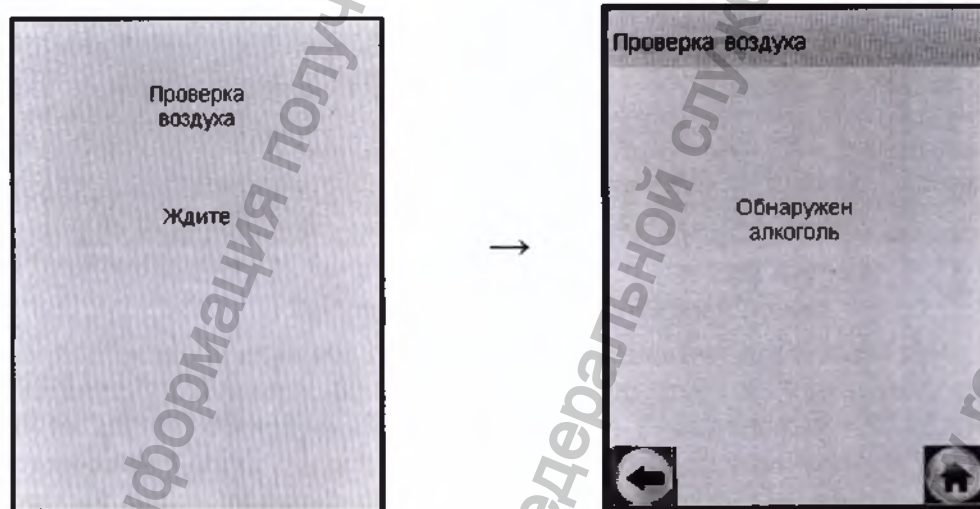

Рисунок 19 – В окружающем воздухе, мундштуке или в заборной системе обнаружены пары этанола
2.7.18 Если при выполнении 2.7.9 настоящего РЭ в окружающем воздухе, мундштуке или заборной системе анализатора будет обнаружен этанол или другие компоненты, которые могут оказать влияние на показания анализатора, то на экране появится сообщение «Обнаружен алкоголь» (рисунок 19, справа).